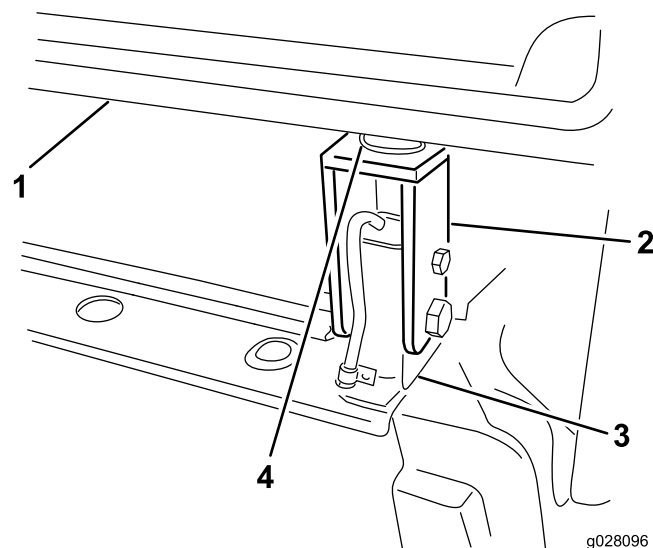

Figura 65
6. Instale sem apertar os suportes de montagem de borracha traseiros e os suportes de montagem da cabina em cada lado dos suportes de montagem da cabina (Figura 65).